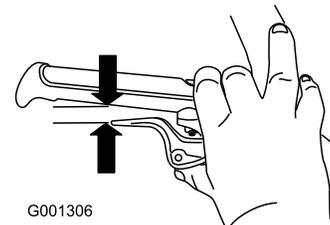

Bild 10
5. Drücken Sie den Griff ganz durch. Prüfen Sie dann den Abstand, der zwischen der Unterseite des Holms und dem Radkuppelungshebelende besteht (Bild 10).